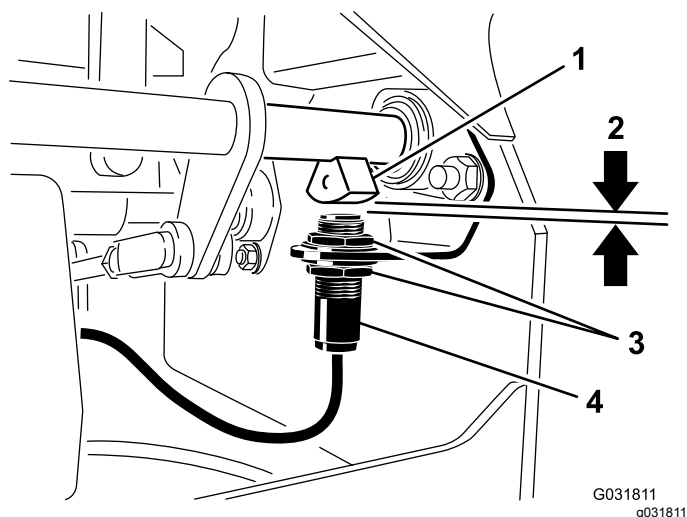

Рисунок 44
4. Переместите выключатель вверх или вниз по кронштейну так, чтобы расстояние между датчиком вала тормоза и штоком выключателя составляло 4 мм, как показано на Рисунок 44.